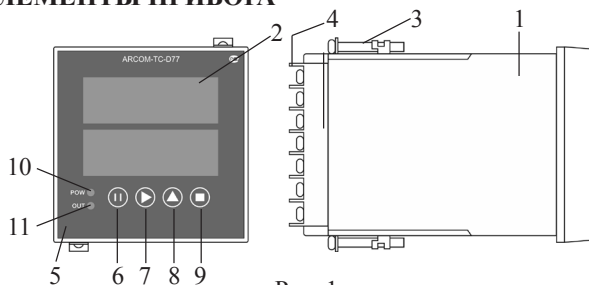

Рис. 1
1.2 Установите прибор в отверстие. С помощью крепления 1 (см. рис. 1) закрепите прибор в щите.